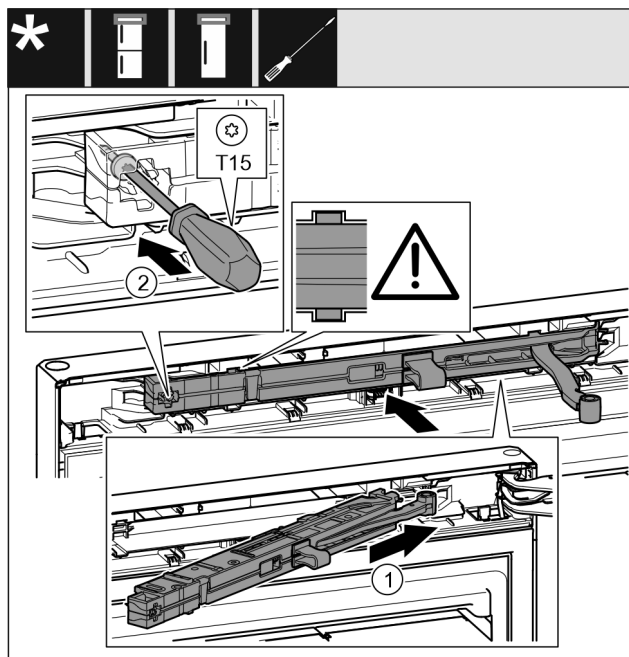

Fig. 30
- ▶ 将托架侧面的关门阻尼单元 Fig. 30 (1) 倾斜插入凹槽直至止挡装置。
- ▶ 用螺丝刀拧紧螺钉 Fig. 30 (2)。